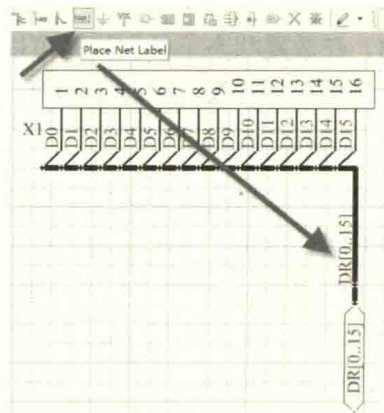

图 4-53 放置网络标号
- (4) 端口上面需要放置一个和端口名称一样的网络标号，如图 4-53 所示。